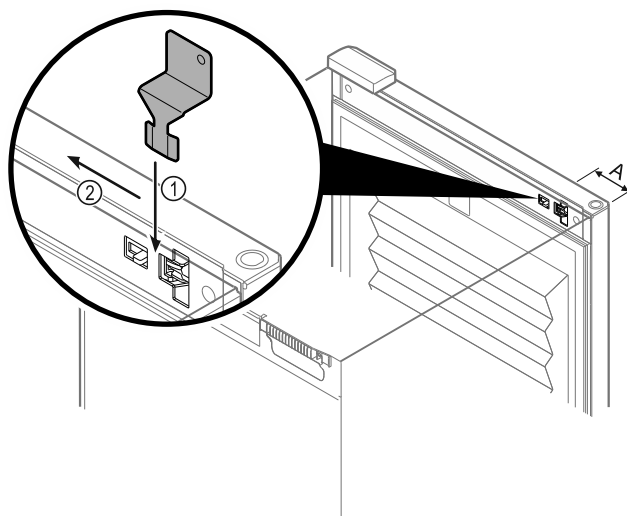

Fig. 109
- ▶ Umiestnite kľúč na núdzové odomknutie na zadané miesto Fig. 109 (A) ≈ 100 mm.
- ▶ Zasuňte zhora kľúč na núdzové odomknutie medzi dvere a teleso zariadenia až na doraz Fig. 109 (1).
- ▶ Vytiahnite kľúč na núdzové odomknutie smerom k strane závesu Fig. 109 (2).